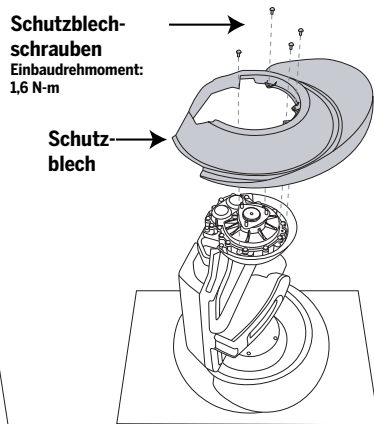

Abbildung 2. Schutzblech aus- oder einbauen
4. Halten Sie das Rad gut fest, damit es sich nicht dreht, und drehen Sie die (3) Radmuttern mit einem 13-mm-Steckschlüssel heraus. Sie benötigen diese (3) Radmuttern zum Wiedereinbau des Rads.
6. Entfernen Sie die (4) Schrauben, mit denen das Schutzblech am Getriebegehäuse befestigt ist, mit einem sechszackigen T20-Drehmomentschlüssel und heben Sie das Schutzblech ab. Sie benötigen diese (4) Schrauben zum Wiedereinbau des Schutzblechs. Siehe Abbildung 2.
10. Wiedereinbau des Schutzblechs: Richten Sie das Schutzblech so aus, dass es mit den Löchern im Getriebegehäuse zur Deckung kommt. Siehe Abbildung 2.